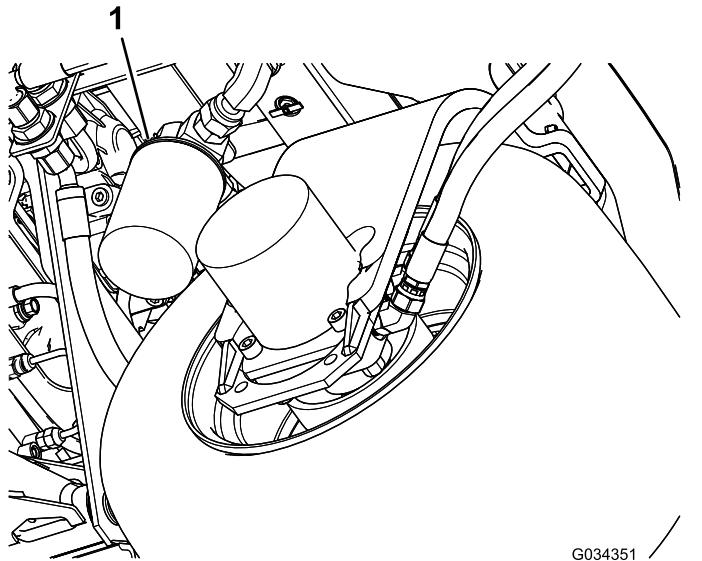

Figura 77
2. Pulite la superficie circostante il filtro. Collocate una bacinella di spurgo sotto il filtro (Figura 77), e togliete il filtro.